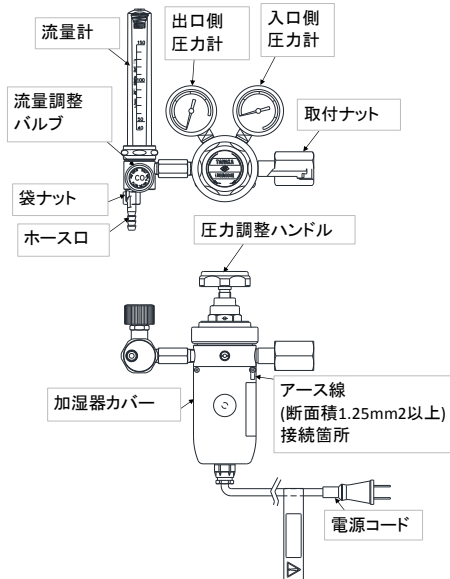

図１ 製品全体図
- 感電防止のため、当製品の接地を確実に行ってください。〔D種接地工事（旧第三種接地工事）接地抵抗 100Ω以下〕。当製品のアース線接続箇所は図１参照。
感電防止のため、本器の接地を確実に行ってください。[D種接地工事（旧第三種接地工事）接地抵抗１００Ω以下]。本器のアース線接続箇所は図１参照。